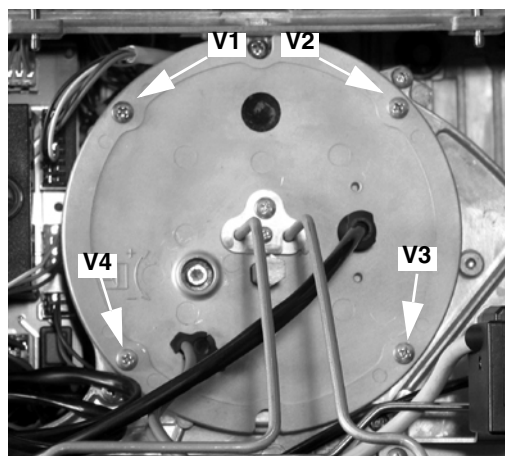

Fig. 23
- Rimuovere le 4 viti V1 - V4 indicate in Fig. 23.